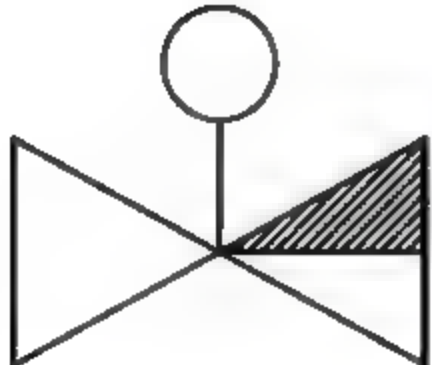

图4-152 打开素材
- 01 打开本书配备资源中的“素材\第4章\4-16 编辑预作用报警阀图形.dwg”文件，如图4-152所示。